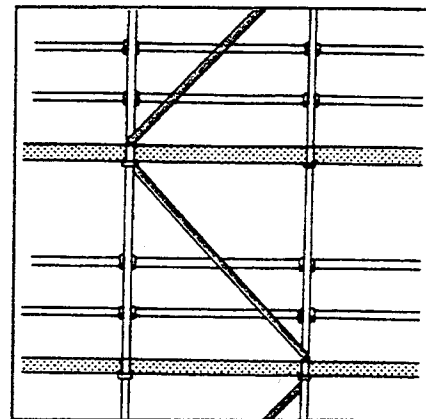

Fig. 2. - Contreventement par diagonales.
- Etre entretoisés et contreventés (fig. 2 et 3).